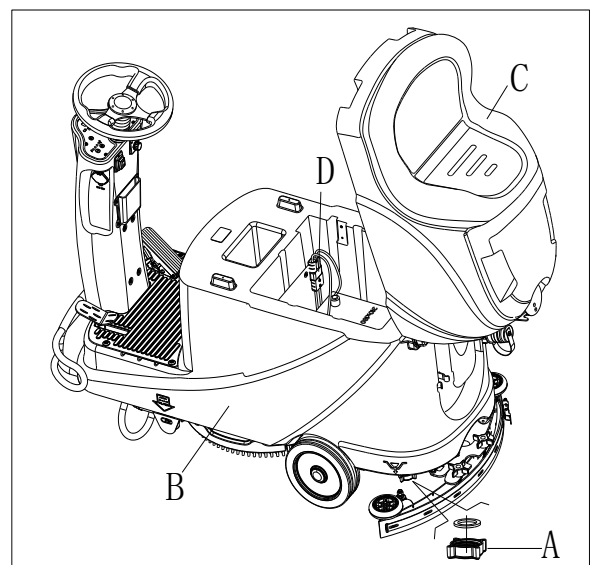

Figura 15
7. Vacíe el depósito de solución por medio de la tapa de salida (A, Figura 15). Luego, enjuague el depósito con agua limpia.
2. Vacíe los depósitos (B y C, Figura 15) tal y como se indica en el apartado anterior.
2. Desconecte el conector de la batería (D, Figura 15).